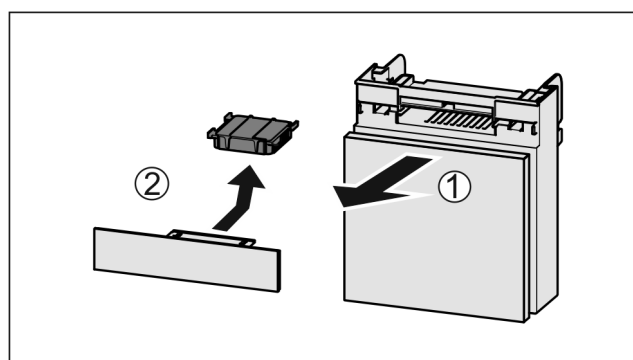

Fig. 220
- Extraire le compartiment par l'avant Fig. 220 (1).
- Sortir le filtre à charbon actif Fig. 220 (2).